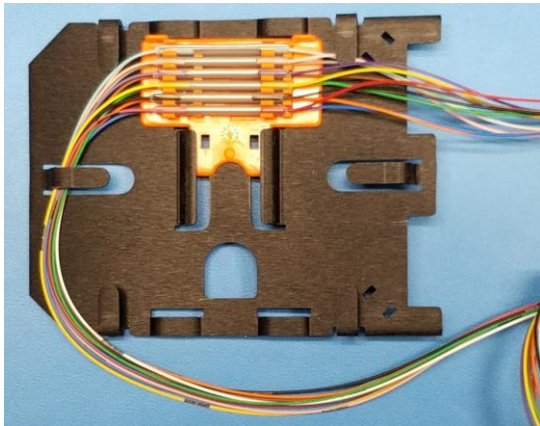
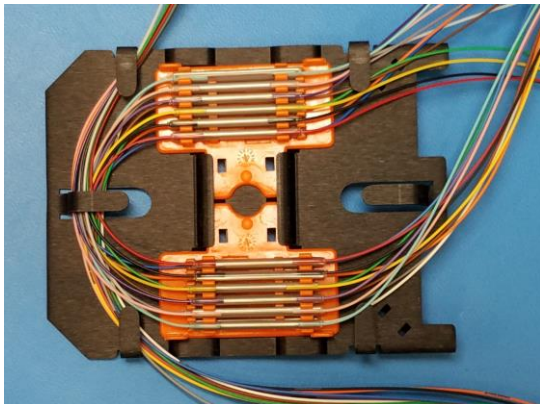

Figure 10
Figure 11
4.5 Installer le support de raccordement des fibres 13 à 24 de la manière illustrée à la **figure 10**. Acheminer les fibres sous les pattes de retenue près des points de sortie du support. Installer le support des fibres 1 à 12 de la manière illustrée à la **figure 11**.